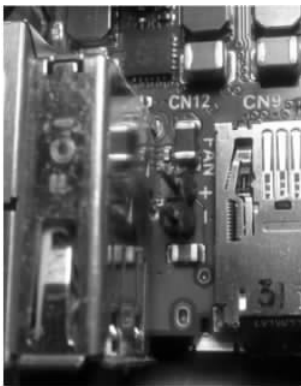

图 3-35 Red Pitaya 开发板电源连接器
对于外部的散热模块,建议使用 30mm 或 25mm 风扇。可以使用板上的电源连接器为风扇供电,但请注意,它仅提供 5V 供电。电源连接器位于 micro-SD 插座和主机 MSB 连接器之间,见图 3-35。
- (1) 使用标准 2 针连接器更换风扇 0.05 插头；
- (2) 将黑线连接到负端子,红线连接到正端子,标记在图 3-35 中可见；